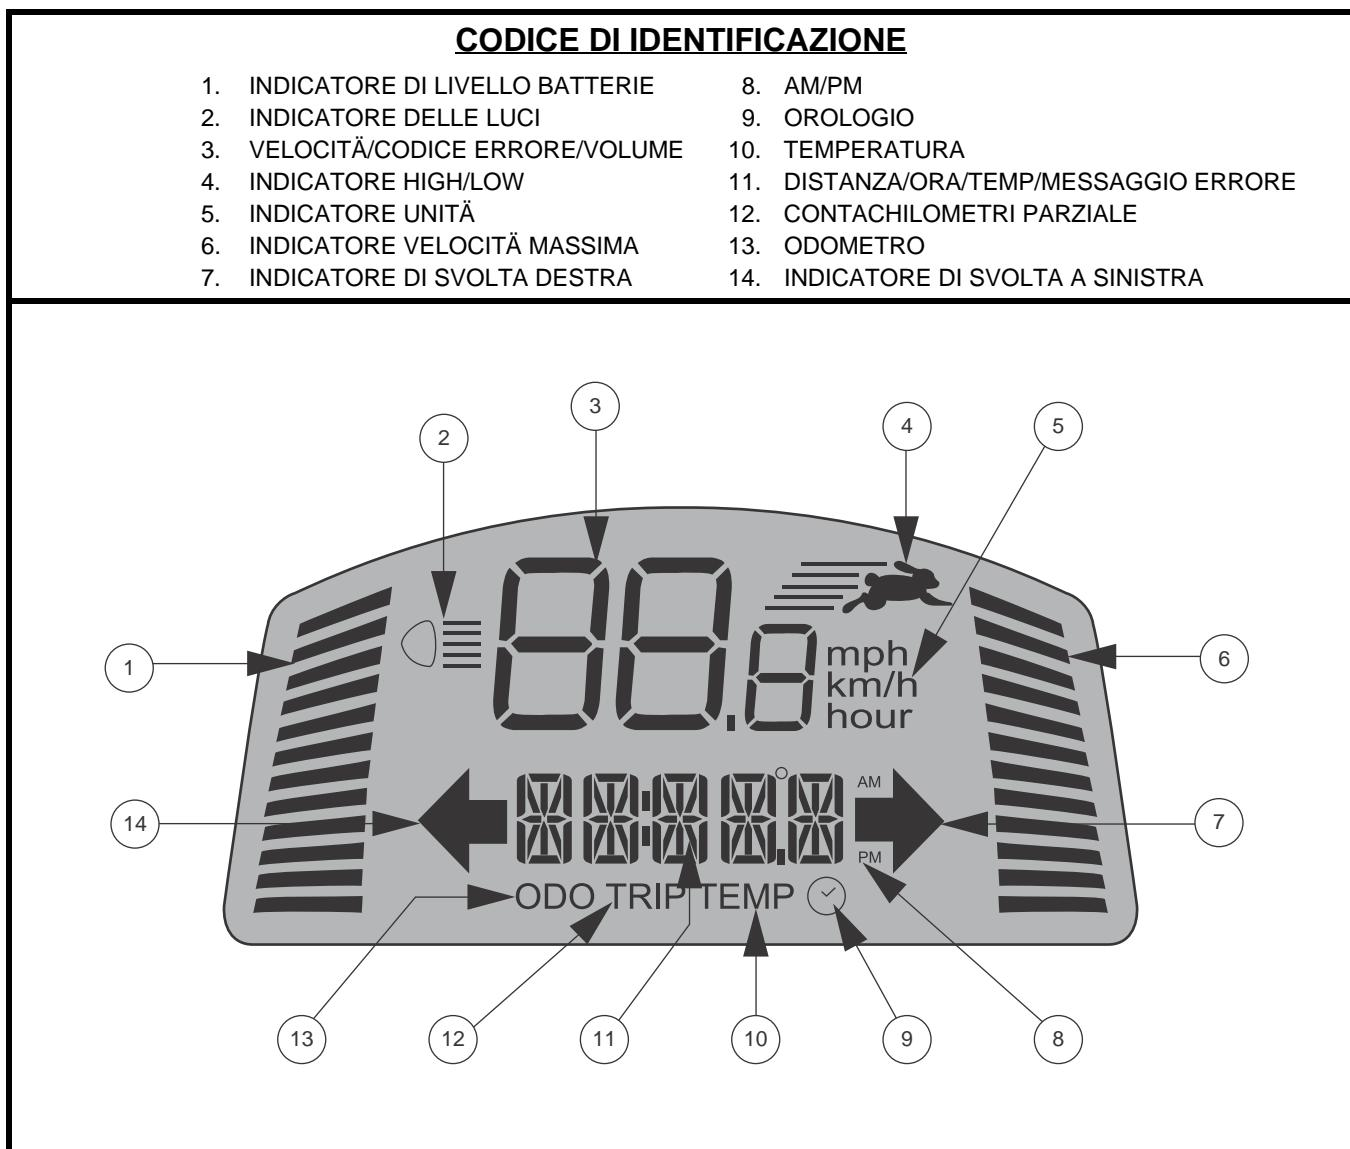

Figura 2. Schermo LCD
- Premere una volta il pulsante **High-Low** per impostare la velocità sulla regolazione alta. L'indicatore High-Low viene visualizzato sullo schermo LCD. **Vedere figura 2.** L'uso di questa impostazione insieme ai pulsanti di regolazione della velocità consente al PMV di raggiungere la velocità massima pre-programmata.
Questi pulsanti consentono di pre-selezionare e limitare la velocità del PMV. Questa è indicata nell'apposito indicatore di velocità massima sullo schermo LCD. **Vedere figura 2.**
NOTA: Maggiore è il numero delle barre illuminate all'interno dell'indicatore di velocità massima, maggiore sarà la velocità massima pre-selezionata. **Vedere figura 2.**
Il pannello di controllo LCD offre comode informazioni intuitive tramite lo schermo LCD. Vedere figura 2. Lo schermo LCD si utilizza anche per l'attivazione delle diverse impostazioni del pannello di controllo. Vedere grafico 1.